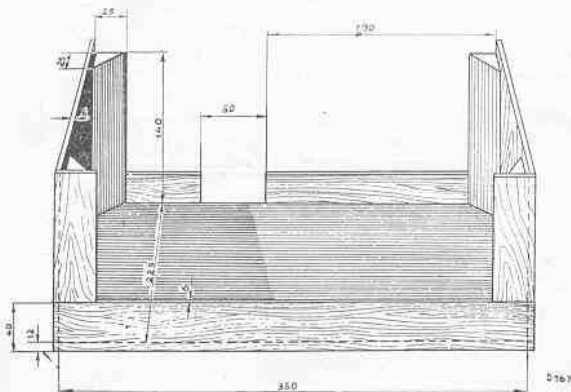

Fig. 1
2. Ne jamais placer le châssis sens dessus, dessous, mais utiliser, dans ce cas, un petit banc de montage (fig. 1 No. de Code 09.990.970), ou bien faire reposer le châssis sur l'un de ses petits côtés. Une bosselure dans l'un des cylindres de bobines influencerait la self-induction.